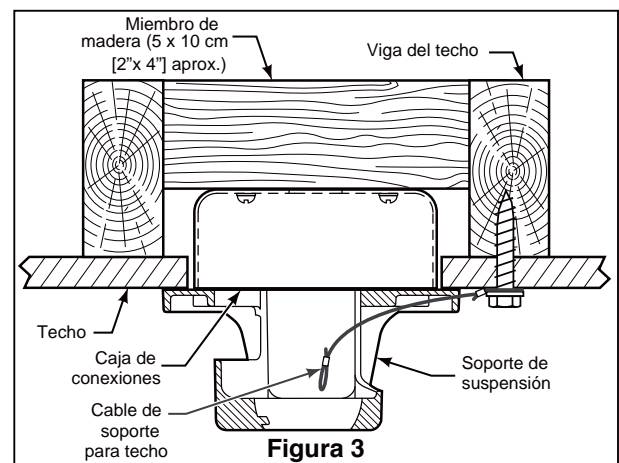

Figura 3
1. Perfore un orificio de 1/4" en la estructura del edificio para evitar grietas con la instalación del tornillo de intervalo. Utilice el tornillo de intervalo de 3/8"x 2" y la arandela plana para fijar el cable de seguridad a la viga del techo o a la estructura de madera. Dicho tornillo pasará a través de arandela plana, la presilla del cable de seguridad y se fijará en la estructura del edificio. (Figura 3)
**NOTA:** el cable de soporte para techo no se puede asegurar solamente a la caja de conexiones; se debe asegurar directamente a la viga de techo o miembro estructural con el tornillo de cabeza cuadrada de 3/8"x2" y la arandela plana. (Figura 3)